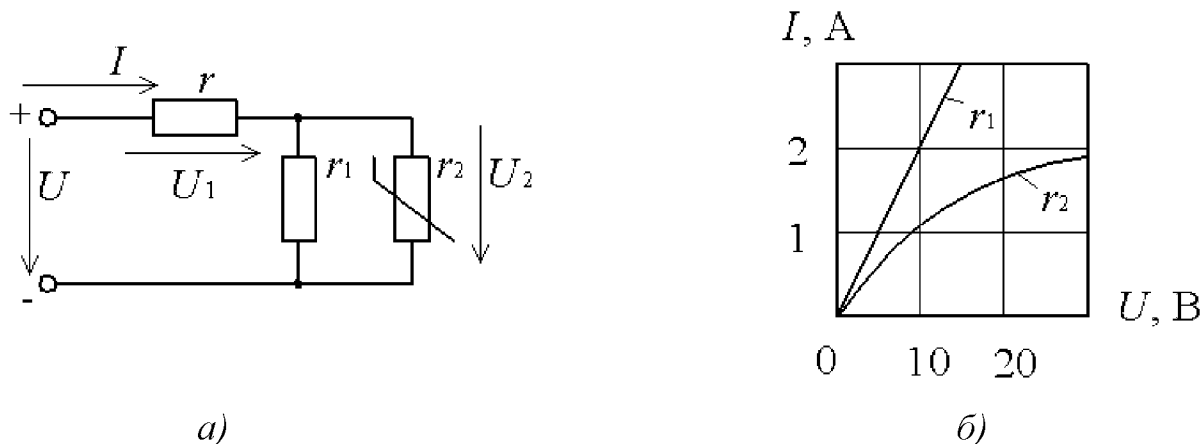

Рис. 5.10
5.1.47. Линейный резистор  $r_1$  и нелинейный  $r_2$  (рис. 5.10, а) имеют вольт-амперные характеристики, изображенные на рис. 5.10, б. Определить напряжения  $U$  и  $U_1$  тока  $I$ , если  $U_2 = 15$  В,  $r = 10$  Ом.